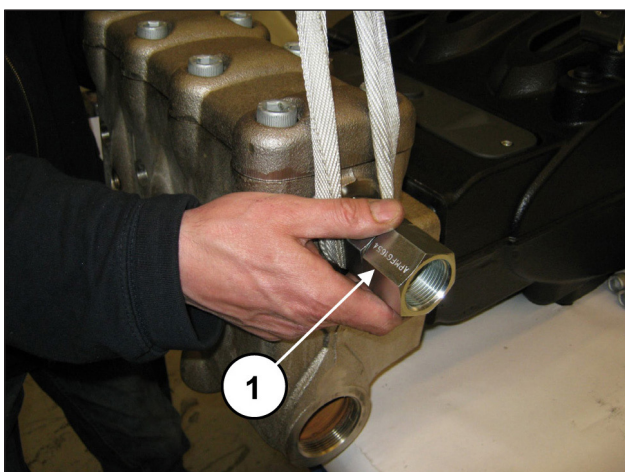

Abb. 108
Achten Sie beim Ausbau des Kopfs darauf, nicht gegen die Kolben zu stoßen (Pos. ①, Abb. 108).